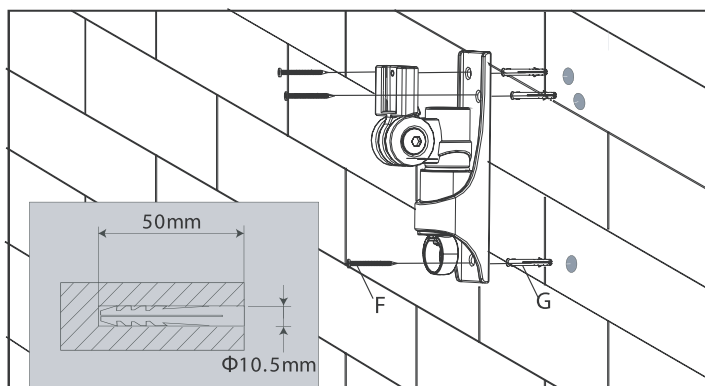

Fig 2
Le mur doit être capable de supporter au moins quatre fois la charge combinée de l'appareil, des pièces de quincaillerie et des autres composants. Mettez en place la fixation murale pour vous en servir comme gabarit. Indiquez l'emplacement des trous sur le mur. À l'aide d'un foret de maçonnerie de 10,5 mm, percez trois trous de 50 mm de profondeur, à plus de 1 po de distance des coins. Ne percez pas de trous dans les joints en mortier. Percez des trous à basse vitesse et à l'aide d'une mèche standard. **N'UTILISEZ PAS** de marteau perforateur. Insérez les chevilles d'ancrage au mur (G) dans les trous de montage, et enfoncez-les délicatement jusqu'au niveau du mur avec un marteau. Installez solidement la plaque murale avec les boulons longs (F) inclus. Voir la figure 2.